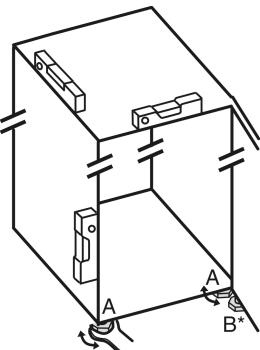

Fig. 5
- ▶ Развивайте регулируемите крачета Fig. 5 (A) с приложени гаечен ключ и с помощта на нивелир, докато уредът се изравни стабилно и хоризонтално.
- ▶ Развийте регулируемото краче Fig. 5 (B) на лагерната стойка с приложени гаечен ключ, докато то опре върху пода.
- ▶ Завъртете регулируемото краче Fig. 5 (B) с още 90°.